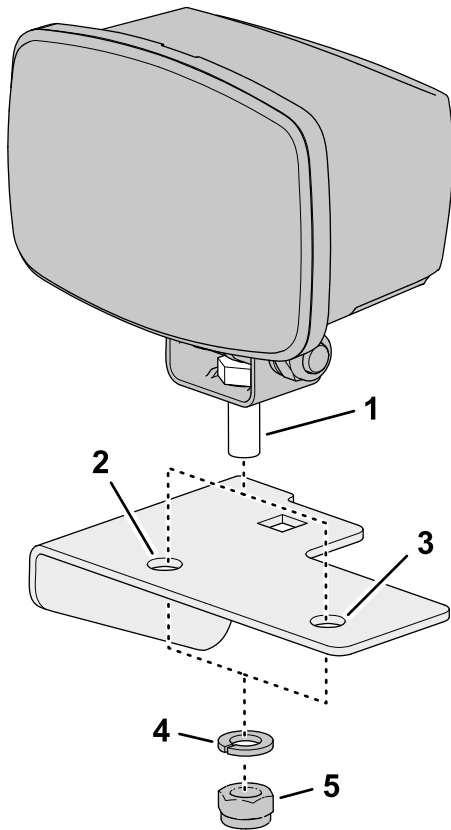

Figure 12
3. Installez la vis (12 mm) sur le socle du phare (Figure 12) à l'aide du contre-écrou (12 mm) et de la rondelle frein (12 mm).